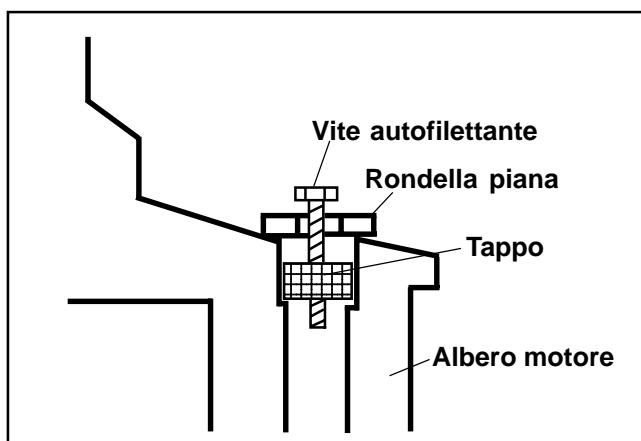

Figura 10-2. Rimozione del tappo dello spinotto.
2. Avvitare una vite autofilettante da 3/4" o 1" con una rondella piana nel foro praticato. La rondella piana deve essere sufficientemente grande da fermarsi contro lo spallamento del foro del tappo. Vedere Figura 10-2.